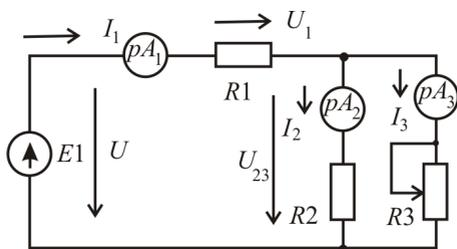

Рис. 2.3.
Последовательно-параллельная электрическая цепь, приведенная на рис. 2.3, является комбинацией участков, соединенных последовательно и параллельно. К отдельным участкам такой цепи применимы соотношения между напряжениями, токами и сопротивлениями, имеющими место в последовательной и параллельной цепях.
Ток в каждой из параллельных ветвей может быть найден по формуле разброса токов в параллельных ветвях, например, для схемы рис. 2.3:
3. Для схемы на рис. 2.3 запишите формулы зависимостей $I_1 = f(R_3)$, $I_2 = f(R_3)$, $I_3 = f(R_3)$, $P_3 = f(R_3)$. Постройте по этим формулам графики.
3. Соберите электрическую цепь по схеме на рис. 2.3.